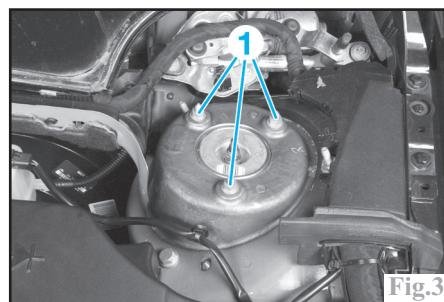

Fig.3
- les écrous de fixation supérieure (1) (Fig.3) de l'élément de suspension.